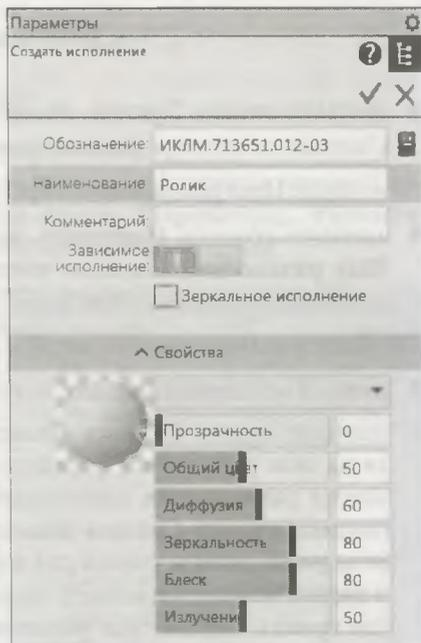

Рис. 26.12. Панель **Параметры: Создать исполнение**
- ◆ укажите исходное исполнение и нажмите кнопку **Добавить**  в заголовке панели **Дерева**. На панели **Параметры: Создать исполнение** (рис. 26.12) появились элементы задания параметров исполнения: